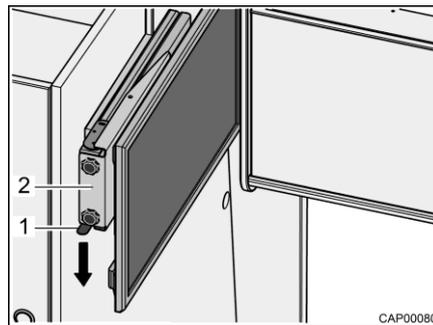

Fig. 53 Dispositivo de extracción con pantalla plana
- Presionar el resorte de cierre (Fig. 53,1) hacia abajo y extraer el dispositivo de extracción (Fig. 53,2) con pantalla plana horizontalmente hacia el centro del vehículo.
- Empujar el dispositivo de extracción (Fig. 53,2) con pantalla plana horizontalmente hasta el tope. El resorte de cierre (Fig. 53,1) engatillará audiblemente.